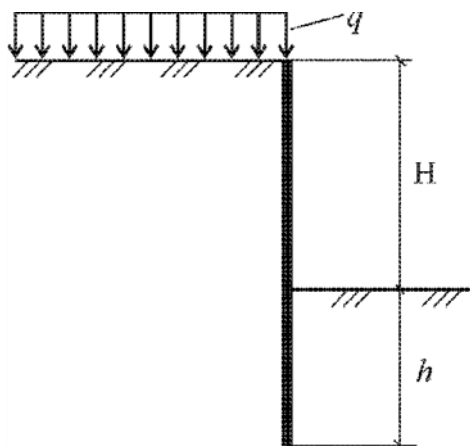

Рис.5
1. Определить активное p_{af} и пассивное p_{pf} давления грунта на стенку ограждения котлована в несвязном грунте. Построить эпюры давлений (рис. 5).
2. Определить активное p_a и пассивное p_p давления грунта на стенку ограждения котлована в связном грунте. Построить эпюры давлений (см.рис.5).